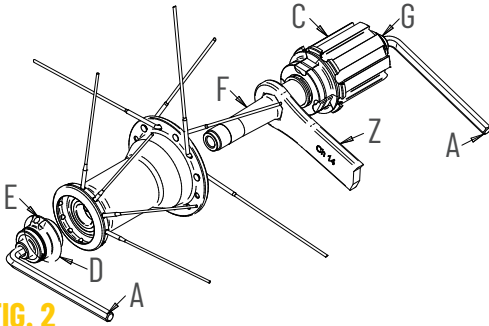

FIG. 2
- Inserite due chiavi a brugola da 5mm (A) dentro agli scontri alle estremità dei mozzi (Fig. 2) e ruotatele in **senso orario**.
- Sfilate il perno del mozzo posteriore; il corpo ruota libera (C) potete sfilarlo dal perno per poter effettuare la manutenzione (Fig. 2).
Terminata la manutenzione, infilate il corpo ruota libera con il relativo distanziale (Z) nel perno (Fig. 2).